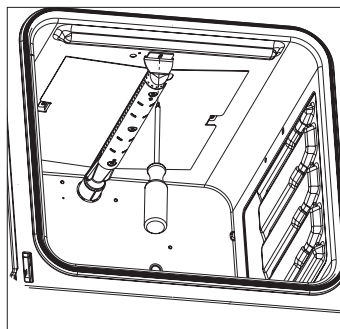

Figure 32
- Enlevez la vis et la rondelle maintenant le brûleur du gril en place, et sortez complètement le brûleur (Figure 32).